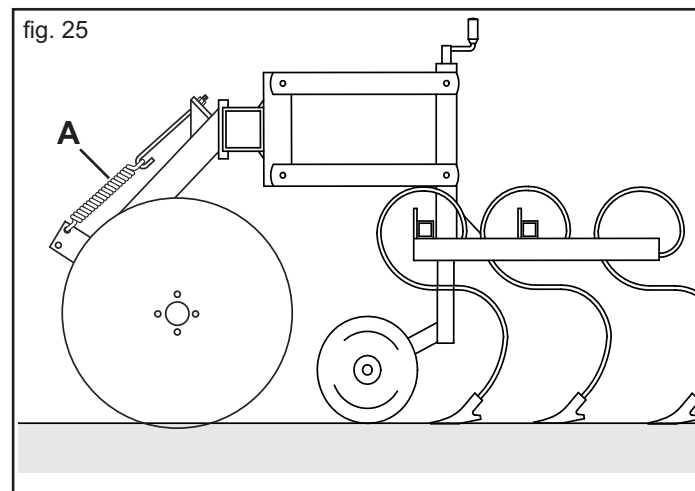

fig. 25
Se usan especialmente en las zonas donde los terrenos tiene una pendiente muy marcada. Se colocan adelante del bastidor y se regulan con un resorte (A), que permite aumentar o disminuir la presión de los mismos, en función de las características del terreno (Fig. 25).